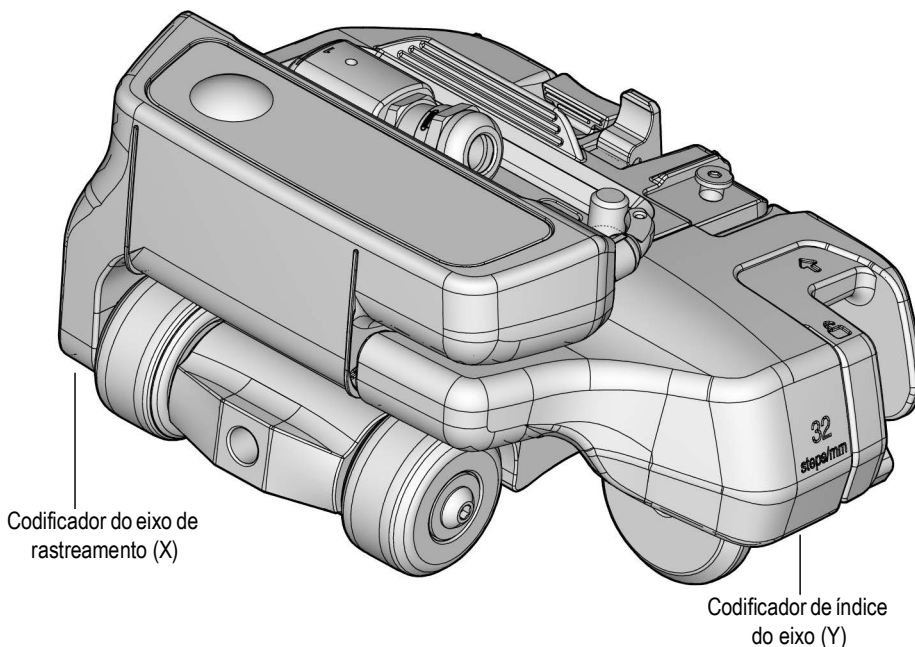

Figura 1-10 Localizações dos codificadores
O escâner HydroFORM pode ser equipado com dois codificadores para registrar a posição do escâner no eixo de rastreamento (X) e no índice do eixo (Y) (veja a Figura 1-10 na página 33).